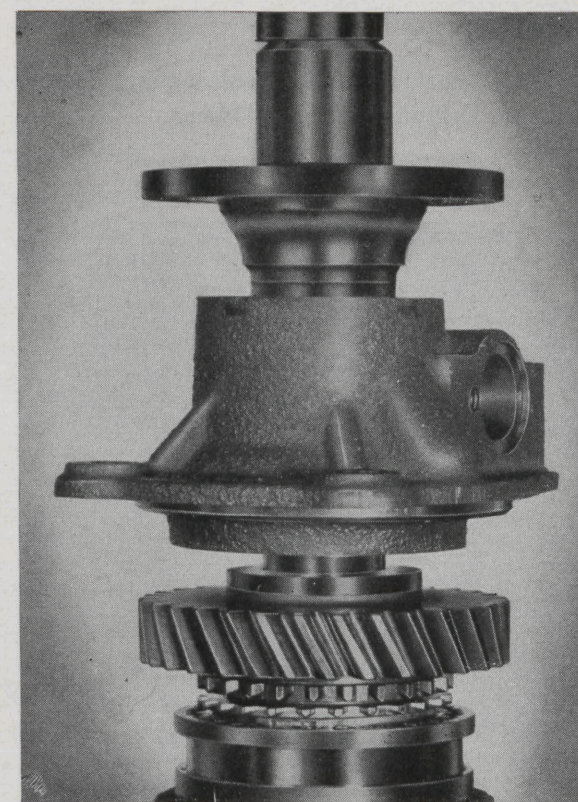

Bild 25. Montering av bakre lock.
4. Montera tryckbricka, synkroniseringskona, 1:ans hjul (33) och tryckbricka (35). Placera bakre locket på axeln. Se till att hastighetsmätarhjulet kommer rätt. Sätt på medbringaren (42). Använd en hylsa som passar i ursvarvningen i medbringaren, pressa på locket och medbringaren, se bild 25.